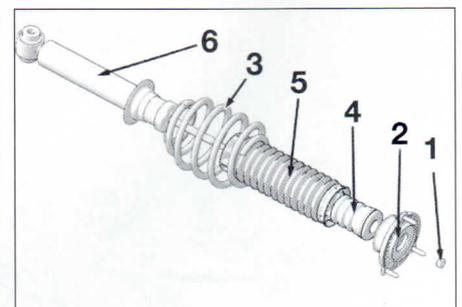

FIG. 4
- la tuerca (1) (fig. 4), bloqueando la rotación de la varilla de amortiguador con una llave fija de 6.
- la copela (2).
- Descomprimir y separar el muelle (3).
- el tope (4).
- el fuelle de protección (5).
- sacar del tornillo de banco el amortiguador (6).